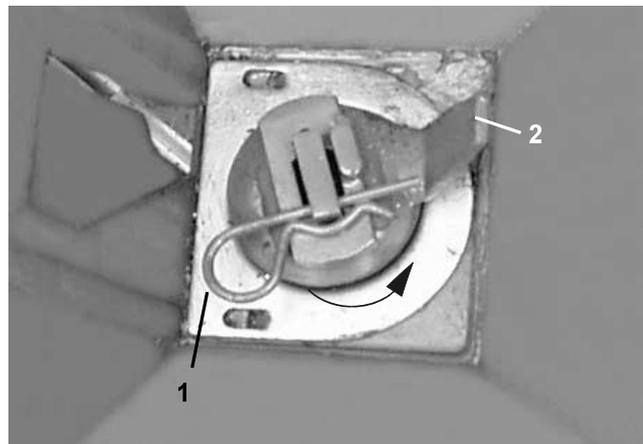

Fig. 40
- Extraer el pasador de muelle (Fig. 40/1).